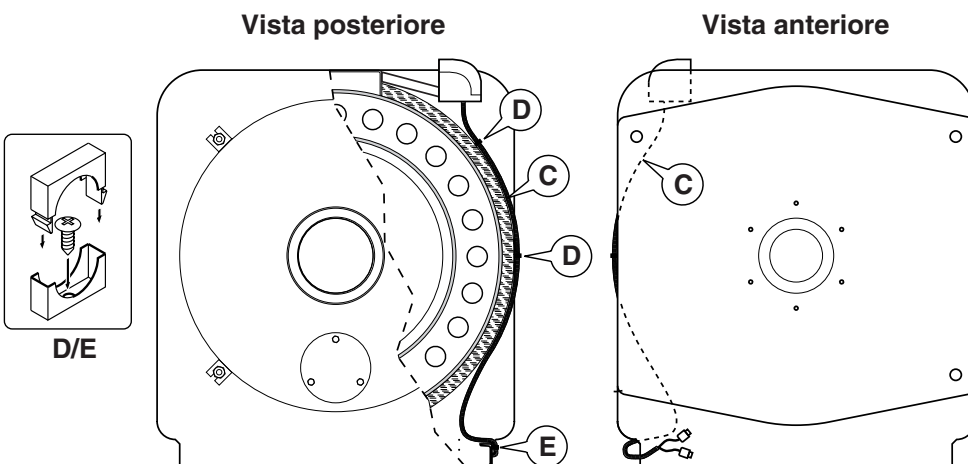

Fig. 12-4
- Utilizzando le viti in dotazione, montare in opera la base dei supporti D ed E del cavo C approssimativamente nelle posizioni indicate in fig. 12-4 e rispettando le quote di fig. 12-5, farvi passare il cavo e bloccarlo con il cavalletto superiore.